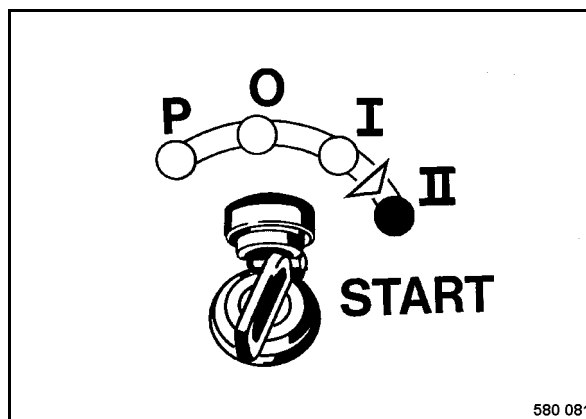

Fig. 40
- Girar la llave de encendido a posición "II" (Fig. 40), el motor de arranque gira el motor.